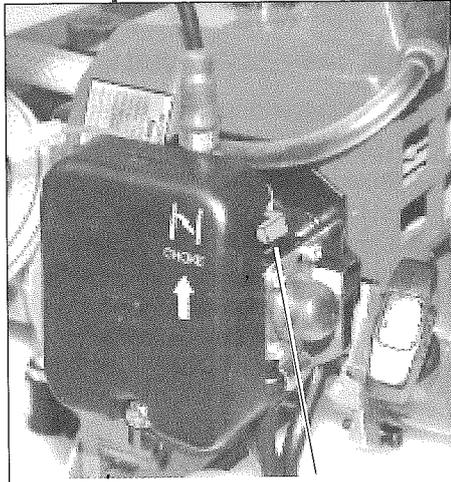

Figura 13 Obturador cerrado
6. Coloque la palanca del obturador en la posición cerrada. Consulte la figura 13.